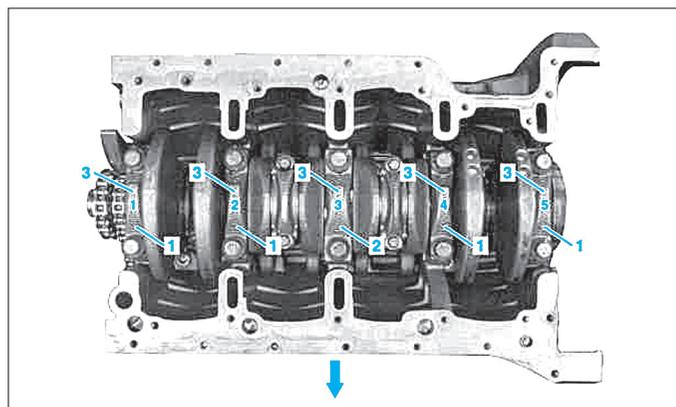

FIG. 5
Les chapeaux de palier (1) et le chapeau de butée (2) de vilebrequin ne peuvent être montés que dans une seule position. Ils sont usinés ensemble avec le bloc-cylindres et ne doivent pas être intervertis. La position est correcte, lorsque les becs (3) sont orientés dans le sens contraire de marche (flèche) (Fig.5).